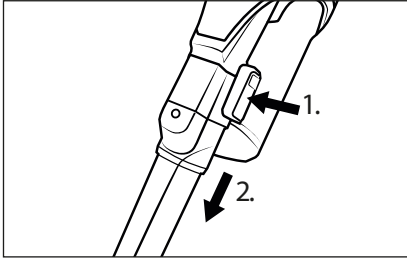

Fig. 15
- ◆ Para desmontar el accesorio, mantenga pulsado el botón de desencastre del accesorio y tire de este para extraerlo del tubo de aspiración 24 o del orificio de aspiración del aparato (consulte la fig. 15).